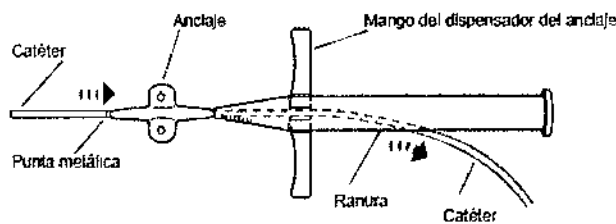

Figura 8. Paso del catéter por el anclaje.
18. Pase el segmento intraespinal del catéter por la punta metálica del dispensador del anclaje hasta que el catéter salga a través de la ranura del dispensador (Figura 8).